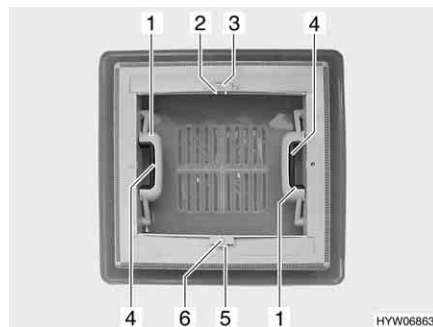

Fig. 23 Oblò a scatto
- Premere la chiusura a scatto (Fig. 23,4) verso l'interno dell'oblò. Premere contemporaneamente verso l'alto l'oblò con la maniglia (Fig. 23,1).
- Tirare con forza verso il basso le due maniglie (Fig. 23,1) dell'oblò, fino a quando non scattano entrambe le chiusure.
- Premere l'arresto (Fig. 23,5) verso il lato esterno dell'oblò.
- Tirare l'oscurante a rullo per la maniglia (Fig. 23,6) fino alla maniglia contrapposta della zanzariera a rullo (Fig. 23,2) e farla innestare.
- Serrare la maniglia (Fig. 23,2). L'arresto si sblocca.
- Ricodurre lentamente l'oscurante a rullo accompagnandolo con la maniglia (Fig. 23,6).
- Premere l'arresto (Fig. 23,3) verso il lato esterno dell'oblò.
- Tirare la zanzariera a rullo per la maniglia (Fig. 23,2) fino alla maniglia contrapposta dell'oscurante a rullo (Fig. 23,6) e farla innestare.
- Ricodurre lentamente la zanzariera a rullo accompagnandola con la maniglia (Fig. 23,2).